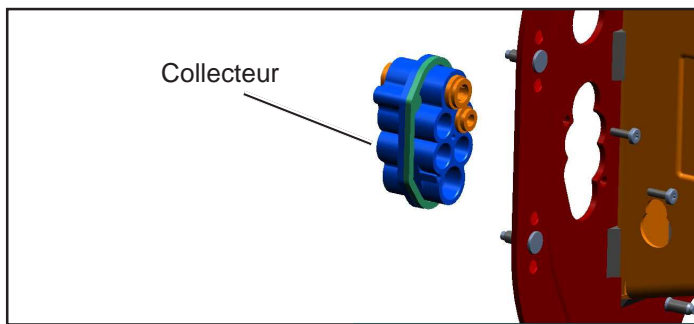

Figure 2 Collecteur
3. Retirer la conduite d'air jaune de 9,5 mm (3/8 po) de l'orifice supérieur du collecteur PTC. Se reporter à la Figure 2.
3. Retirer la conduite d'air jaune de 9,5 mm (3/8 po) de l'orifice supérieure du collecteur PTC. Se reporter à la Figure 2